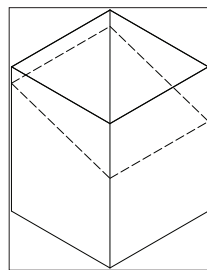

Figure 18
1. Marquer une ligne sur les côtés de la boîte de support du plafond cathédrale correspondant à la ligne de pente du toit comme illustré à la **Figure 18**. Laisser la boîte de support dépasser d'au moins 51 mm (2 po) sous le côté inférieur du plafond fini.